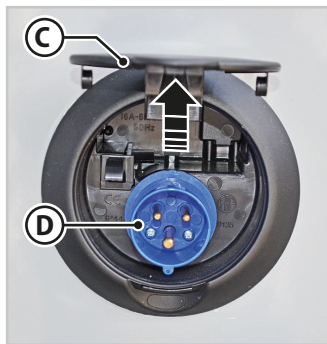

Fig. 6.29 - Presa per l'alimentazione a 220 V
2. Sollevare il coperchio (**C** - Fig.6.29) della presa (**D** - Fig.6.29) posizionata sulla fiancata del veicolo.
3. Collegare un cavo esterno di sezione adeguata e di tipo omologato alla presa (**D** - Fig.6.29).